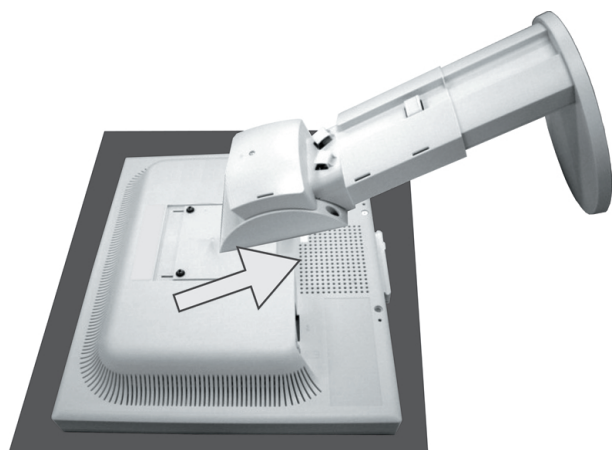

Figure S.3
5. Soulevez le support pour ouvrir les crochets supérieurs et retirez le support (**Figure S.3**).